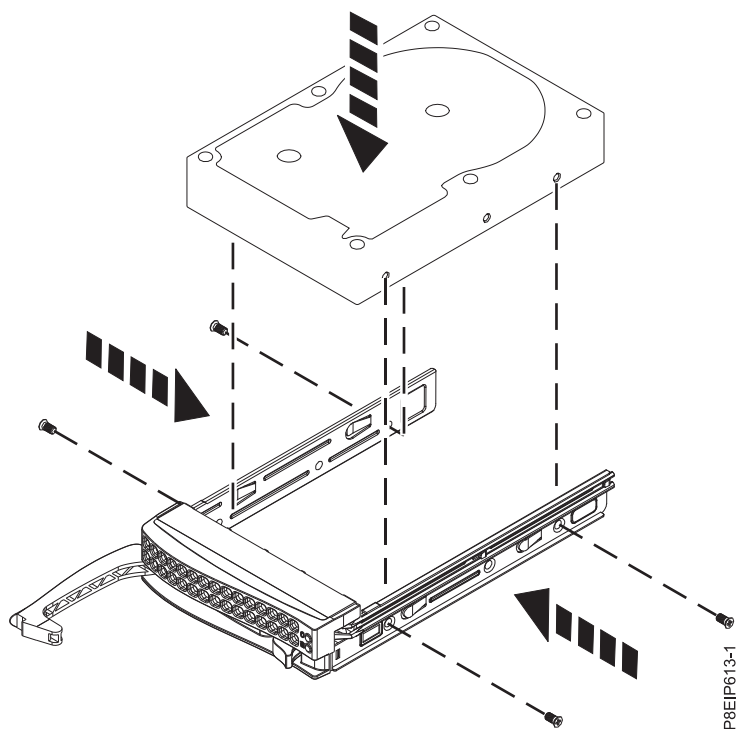

Figura 10. Montando a unidade de 3,5 polegadas na bandeja
- Uma unidade de 3,5 polegadas preenche a bandeja, conforme mostrado na Figura 10 na página 12. Prenda a unidade às laterais da bandeja com quatro parafusos (dois parafusos de cada lado).